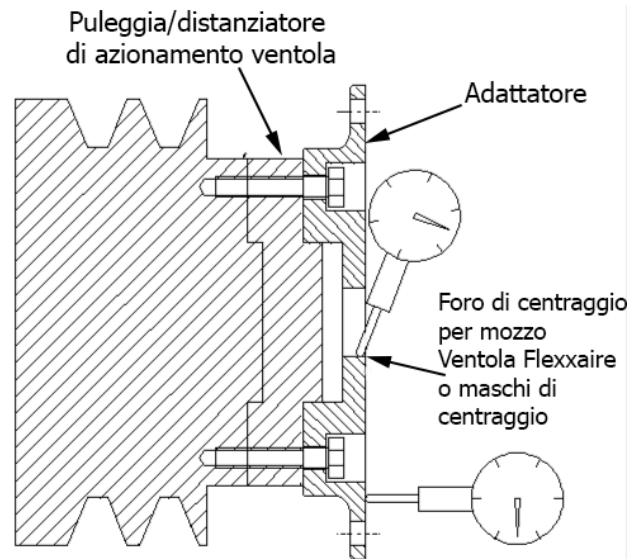

Figura 4
1. Installare l'adattatore fornito in dotazione utilizzando i bulloni della ventola originale. Se occorre modificare la lunghezza del bullone, utilizzare un bullone di classe equivalente o migliore. Quando si installa l'adattatore sull'unità di azionamento della ventola, attenersi alle specifiche di serraggio fornite dal fabbricante. Fare riferimento alla Figura 4.
2. Impostare il misuratore per controllare la deviazione assiale dell'adattatore sulla superficie di montaggio della ventola. La deviazione non deve superare 0,13mm (0.005"). Fare riferimento alla Figura 4.
3. Impostare il misuratore per controllare la deviazione radiale dell'adattatore sulla superficie del foro di centraggio o sulla superficie del maschio di centraggio. La deviazione non deve superare 0,13mm (0.005"). Fare riferimento alla Figura 4.